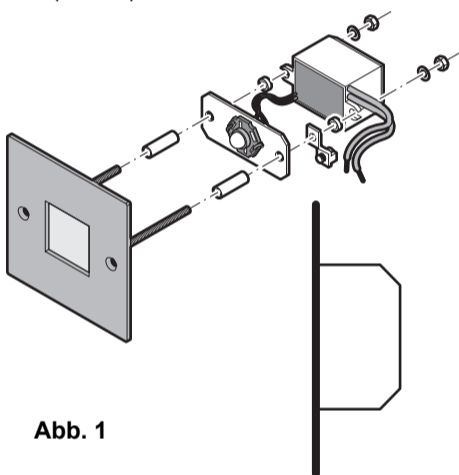

Abb. 1
1. Hohlwand-Dose (nicht im Lieferumfang) einsetzen, sofern noch nicht vorhanden (Abb. 1).